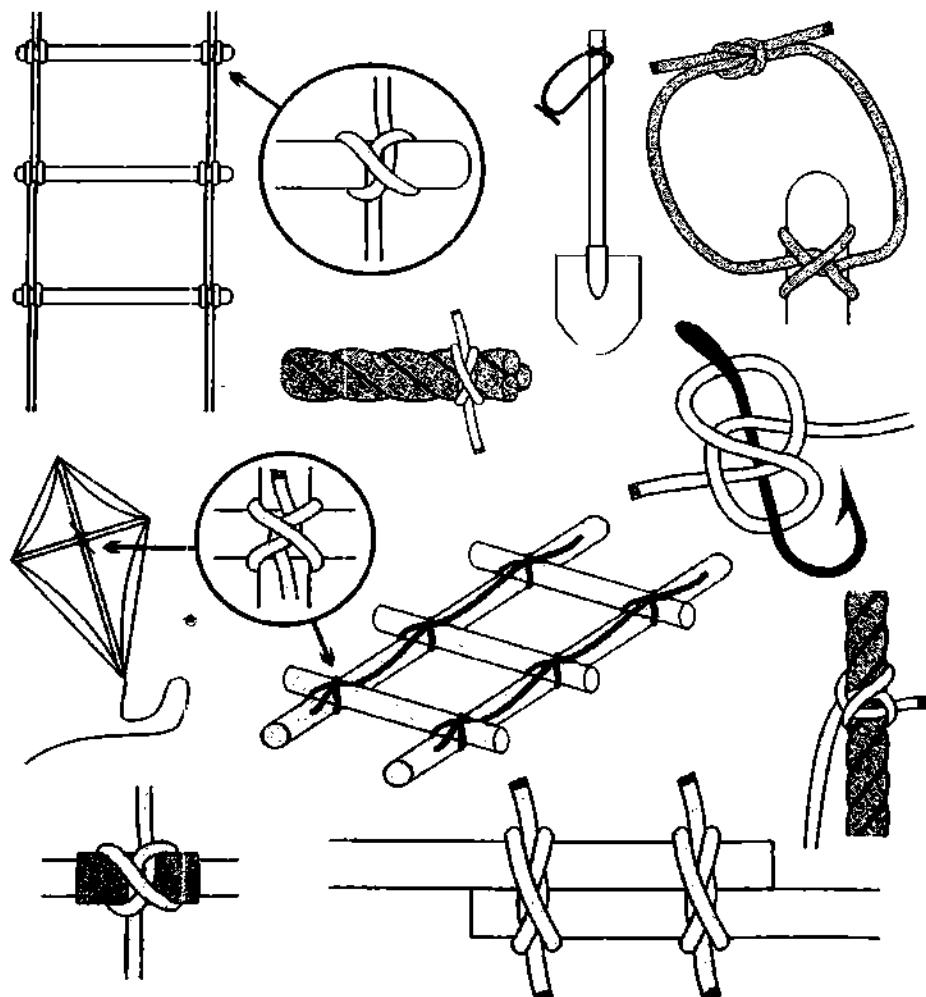

Рис. 630. Примеры использования констриктора.
**Констриктор** один из самых сильно затягивающихся и трудно развязываемых узлов. **Констриктор** одинаково хорошо держит и не ползёт на любой верёвке. **Констриктор** может быть использован: для связывания рук (римляне **констриктором** связывали руки рабам), в качестве временной марки на конце верёвки, для связывания верёвки меньшего диаметра с более толстой, при изготовлении верёвочной лестницы с деревянными балесинами, для привязывания темляка к ледорубу, для привязывания лески к крючку без ушка, для крепления садового шланга к металлическому или пластмассовому патрубку, для связывания вязанки хвороста, при наложении резинового хомута на проходившуюся металлическую трубу и т. п. (рис. 630). **Кон-**
**стриктор** один из самых сильно затягивающихся и трудно развязываемых узлов. **Констриктор** одинаково хорошо держит и не ползёт на любой верёвке. **Констриктор** может быть использован: для связывания рук (римляне **констриктором** связывали руки рабам), в качестве временной марки на конце верёвки, для связывания верёвки меньшего диаметра с более толстой, при изготовлении верёвочной лестницы с деревянными балесинами, для привязывания темляка к ледорубу, для привязывания лески к крючку без ушка, для крепления садового шланга к металлическому или пластмассовому патрубку, для связывания вязанки хвороста, при наложении резинового хомута на проходившуюся металлическую трубу и т. п. (рис. 630). **Кон-**